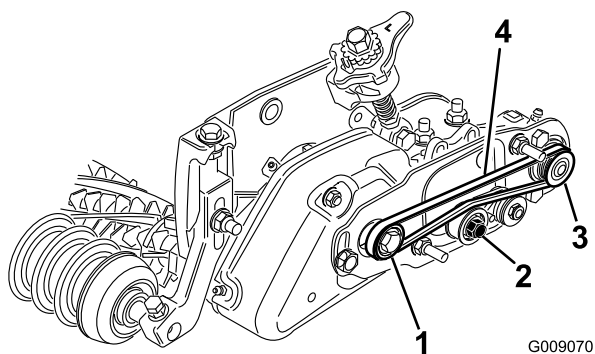

図 32
ドラプーリに上からベルトを掛ける 図 32。
- **駆動** プーリを回してベルトを回転させる 図 32。